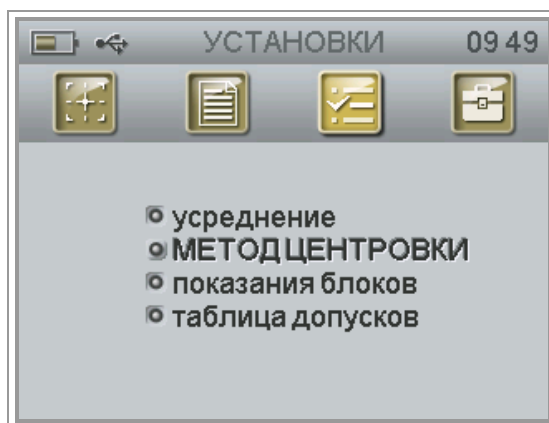

Рис. 4-16. Функция меню «УСТАНОВКИ».
- Выбрать с помощью кнопок ◀ и ▶ в меню программу «УСТАНОВКИ». При этом появится окно с перечнем доступных функций (Рис. 4-16).